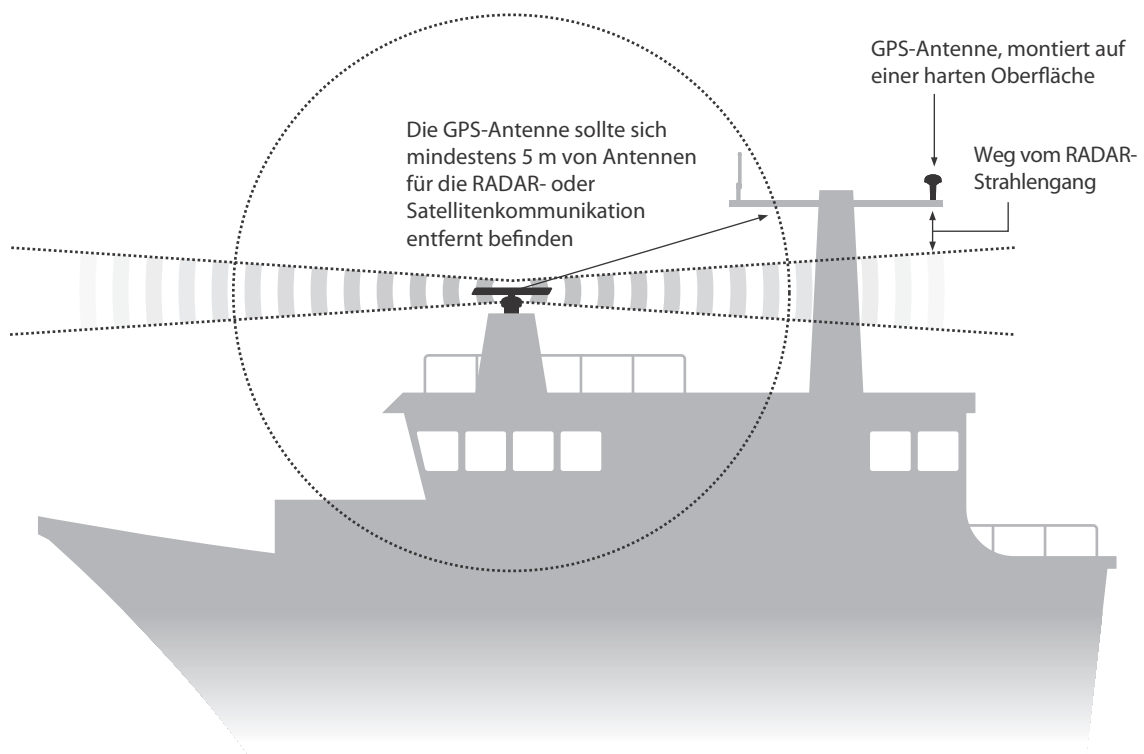

Abbildung 37 Position der GPS-Antenne
- Die GPS-Antenne sollte so hoch wie möglich angebracht werden. Es wird jedoch nicht empfohlen, die Antenne oben an einem hohen Mast anzubringen, wo die Bewegung des Schiffs dazu führt, dass die Antenne schwankt und dadurch die Genauigkeit der GPS-Position potenziell reduziert. Weitere Informationen hierzu finden Sie in Abbildung 37.